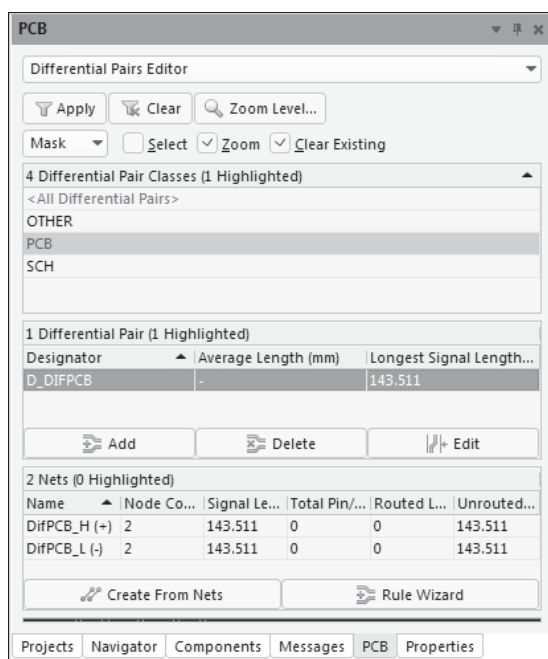

Рис. 6.33. Объявление дифференциальных пар в панели PCB
- активизировать панель **PCB** и переключить ее в режим редактирования дифференциальных пар **Differential Pairs Editor** (рис. 6.33). В центральной области панели выводится список всех определенных в проекте дифференциальных пар, в том числе ранее назначенных в редакторе схемы;
Результат отобразится в полях панели **PCB** (см. рис. 6.33). При выделении курсором имени новой пары в колонке **Designator** центральной области панели в нижележащем поле выводятся имена двух цепей, объединенных в дифференциальную пару. К ним добавлены индексы (+) и (-).